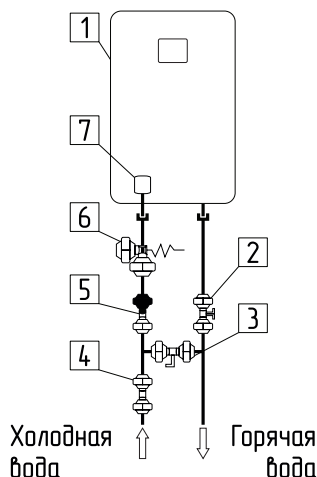

Рис.6 Схема размещения электроводонагревателя в помещении
- подсоедините электроводонагреватель к системе водоснабжения согласно гидравлической схемы (**Рис.6**).